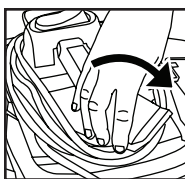

FIGURA 22
45. Tome los laterales del soporte posterior de enrollado de cable, y gírelos 180° en sentido de las agujas del reloj para regresarlo a su posición original. **FIGURA 22.**